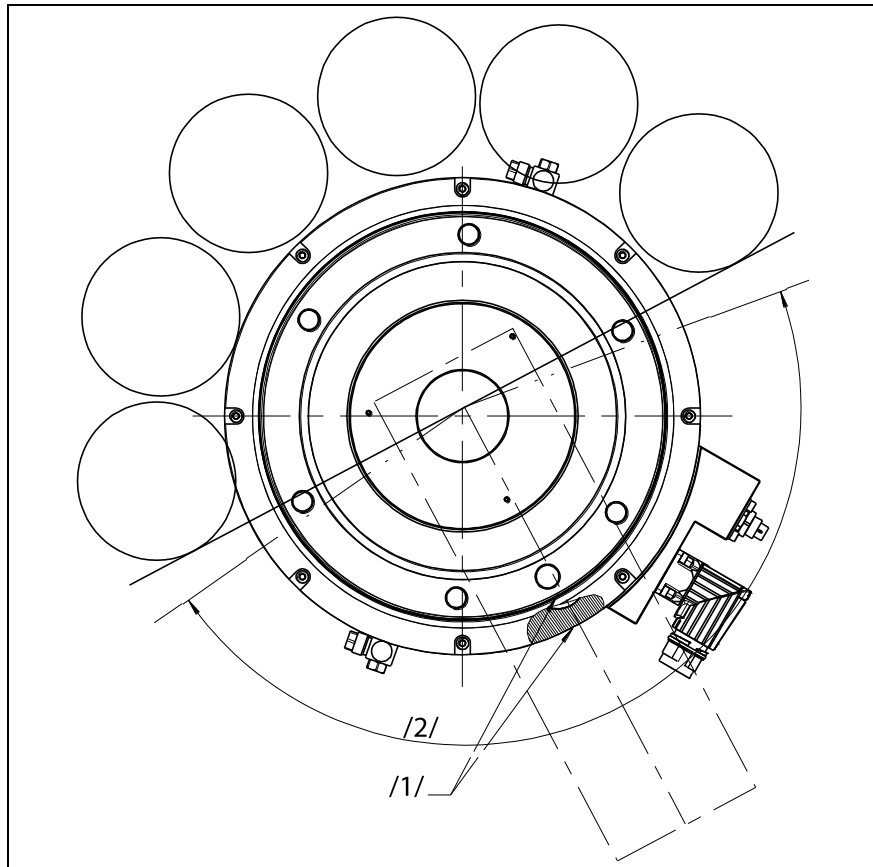

Abb. 5 Ausrichtung Nullimpuls
- Falls die Einheit über die Index-Spur des Messsystems referenziert werden soll und der Verfahrbereich begrenzt ist, so ist beim Einbau des STM auf die passende Ausrichtung des Grundträgers in der Maschine zu achten. (siehe Abb. 5, Seite 28)